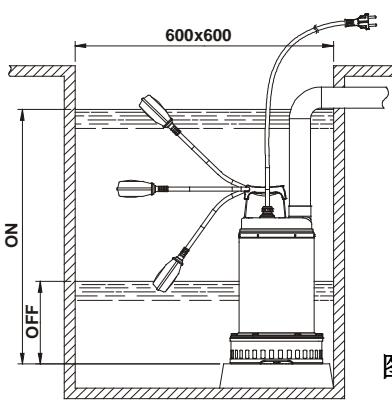

图 1
- 1 如果安装泵的井底或泵坑特别脏，建议在泵下放一个基座避免脏物堵塞泵入口。**(图 1)**